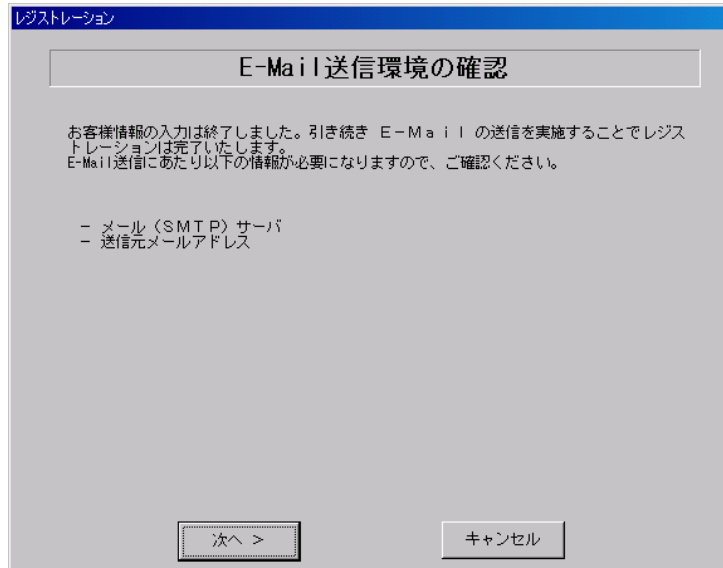

図 4-7 E-mail 送信環境の確認(インターネット接続【メールのみ】)
- 11 E-mail 送信環境の確認画面(図 4-7)が表示されます。